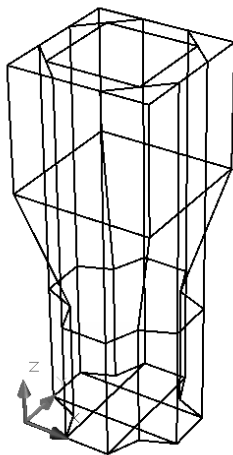

Рис. 11.23. Параллелепипед после смещения ребер и масштабирования верхней грани
6. Выполните масштабирование верхней торцевой грани, уменьшив ее в 2 раза. Для этого установите фильтрацию граней **Face** (Грань) и вызовите гизмо масштабирования **Scale Gizmo** (Гизмо масштабирования). Затем выберите центр верхней грани, поведите курсором до появления горизонтальной плоскости желтого цвета, щелкните по этой плоскости и введите с клавиатуры масштаб 2. Получится изображение, показанное на рис. 11.23.